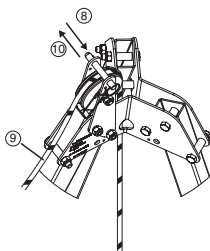

Fig. 10
8. Retirer la broche à bille se trouvant au dessus de la poulie de renvoi en haut du trépied tracpode (Fig. 10, 8).
9. Passer la drisse de l'appareil derope™ autour de la poulie de renvoi (Fig. 10, 9).
10. Remettre en place la broche à bille afin d'empêcher la drisse de sortir de la poulie de renvoi (Fig. 10, 10).